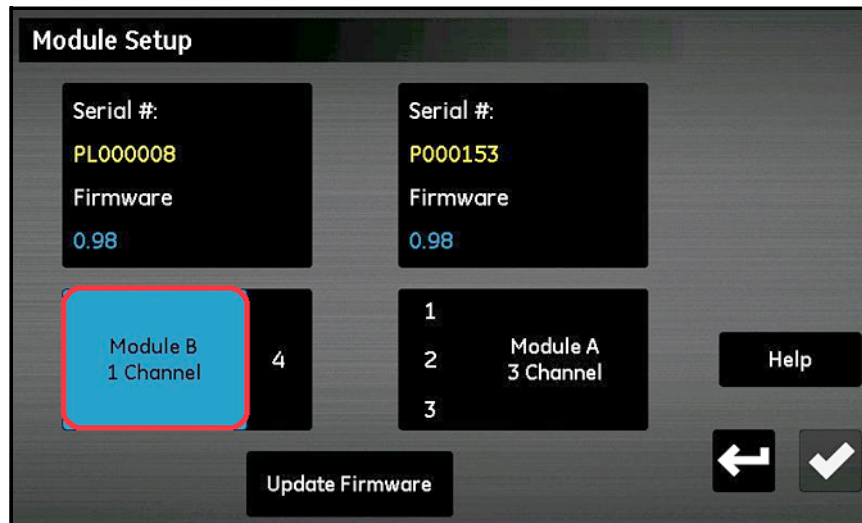

Figura 95: Selezione del modulo
5. Toccare il modulo per cui è necessario l'aggiornamento del firmware, il modulo viene evidenziato in blu e il pulsante **Aggiorna firmware** diventa disponibile (Figura 95). Se il pulsante **Aggiornamento firmware** non è utilizzabile, controllare che il drive USB flash sia inserito correttamente nella porta USB.